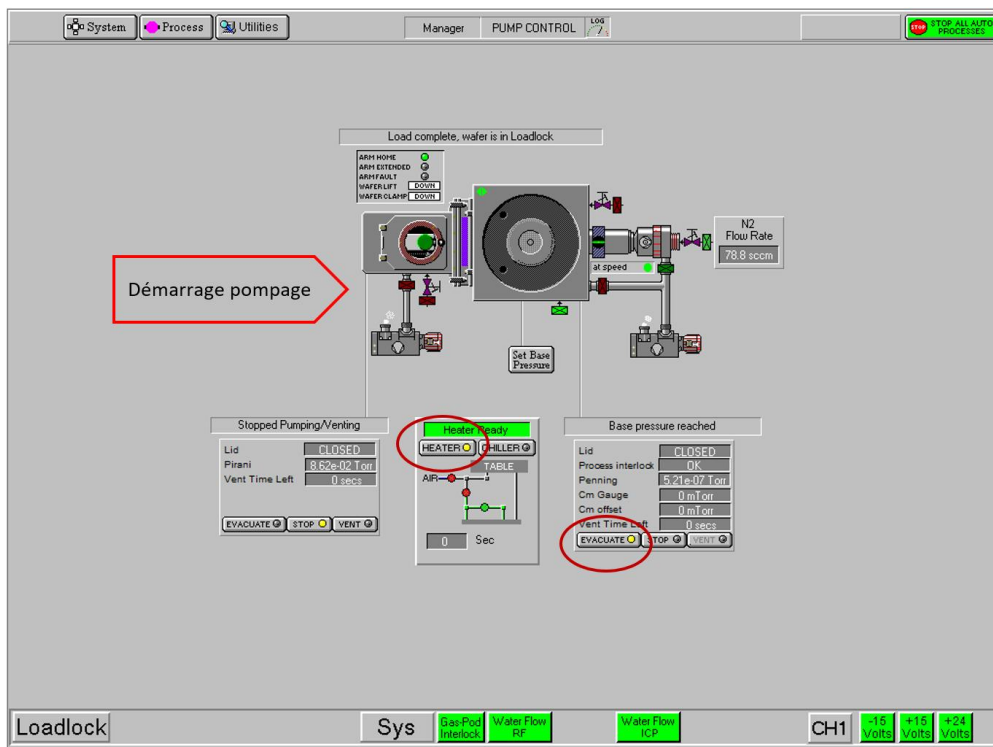

Figure 12 : Page PUMP CONTROL
Le synoptique principal apparaît à l'écran (Figure 12).
5) Démarrer le groupe de pompage du réacteur en activant sur « **evacuate** » à droite sur le synoptique (Figure 12) et attendre quelques minutes le passage du voyant vert « **at speed** », qui signifie que la pompe turbo est opérationnelle.